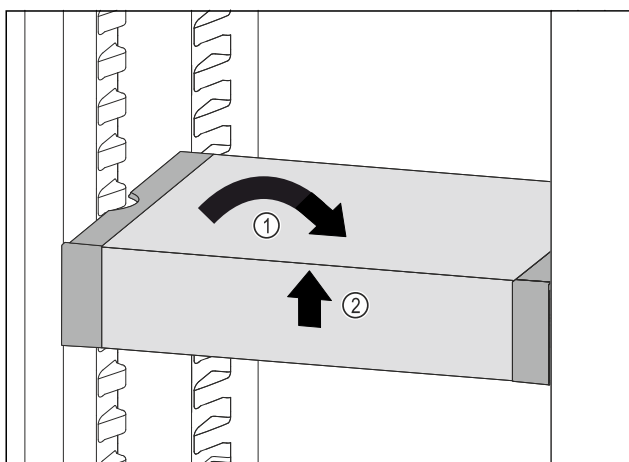

Fig. 76
- ▶ Установите VarioSafe прямо. Fig. 76 (1)
- ▶ Приподнимите VarioSafe спереди. Fig. 76 (2)